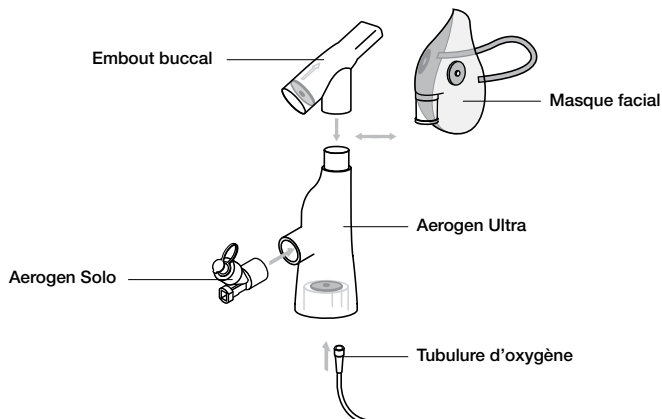

Figure 4. Assemblage de l'Aerogen Ultra
1. Insérer fermement l'Aerogen Solo dans l'Aerogen Ultra, dans le sens indiqué dans la figure 4.